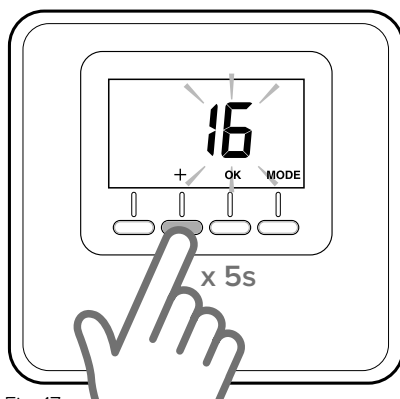

Fig. 17
- Apăsăți tasta “+” de pe senzorul de mediu (Fig. 17) timp de 5 secunde. Ecranul arată, alternativ, versiunea de software și sumarul modificării